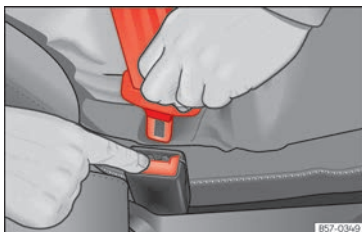

Abb. 23 Schlosszunge vom Gurtschloss lösen.
- Rote Taste im Gurtschloss drücken » » (Abb. 23). Die Schlosszunge springt heraus.